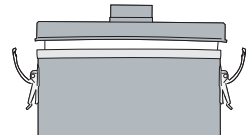

figure 6 | figura 6
**3. Unlatch the two clips and remove lid (figure 6).**
Défaire les deux attaches et retirer le couvercle de l'appareil (figure 6).